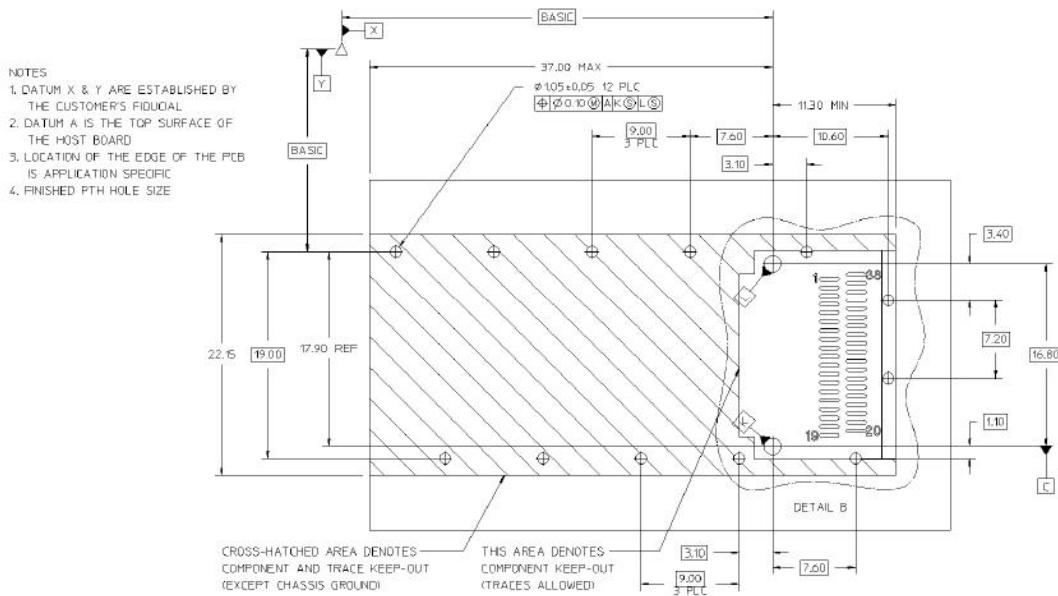
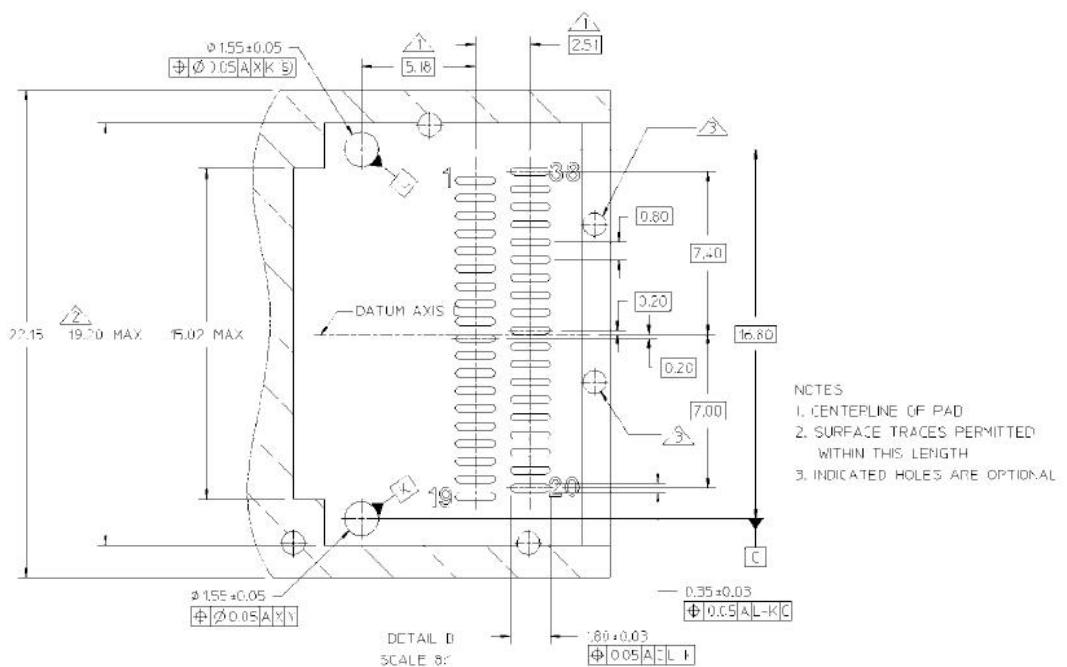

Figure 11 – QSFP+ Host PCB Mechanical Layout
Figure 12 – QSFP+ Host PCB Mechanical Layout, Detail Z
用于连接 QSFP +连接器和笼式系统的典型主机机械布局如图 11 和图 12 所示。主机板上的模式位置是特定于应用的。有关图案相对于边框的位置的详细信息，请参见第 5.6 节。要实现 10Gbps 性能焊盘尺寸和相关公差，必须遵守并注意主机板布局。
- BKL 是从挡板背面到基准 K&L 中心线的距离。请参见图 11 和图 12（注：挡板前面到基准面 KLL 中心线的尺寸不能超过 48.25mm）。